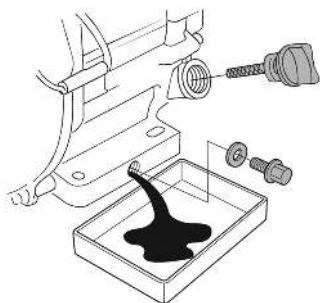

Рис. 24. Замена масла в двигателе
4. Очистите от загрязнений зону вокруг маслосазливной горловины. Извлеките крышку-щуп из маслосазливной горловины (Рис. 24) и протрите щуп чистой ветошью.
(1) Техническое обслуживание должно осуществляться более часто, при работе в пыльных условиях.
(2) Данный вид работ необходимо выполнять в авторизованном сервисном центре.
5. Открутите пробку для слива масла и слейте отработанное масло в подготовленную для этого емкость (Рис. 24).